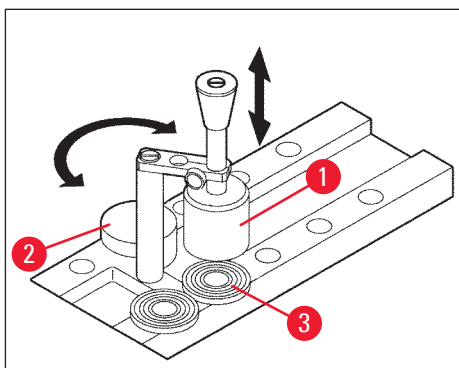

Abb. 14
4. Setzen Sie die Objektplatte mit dem Präparat in eine der zehn Öffnungen der Schnellgefrierleiste (→ "Abb. 14") ein und lassen Sie sie gefrieren.